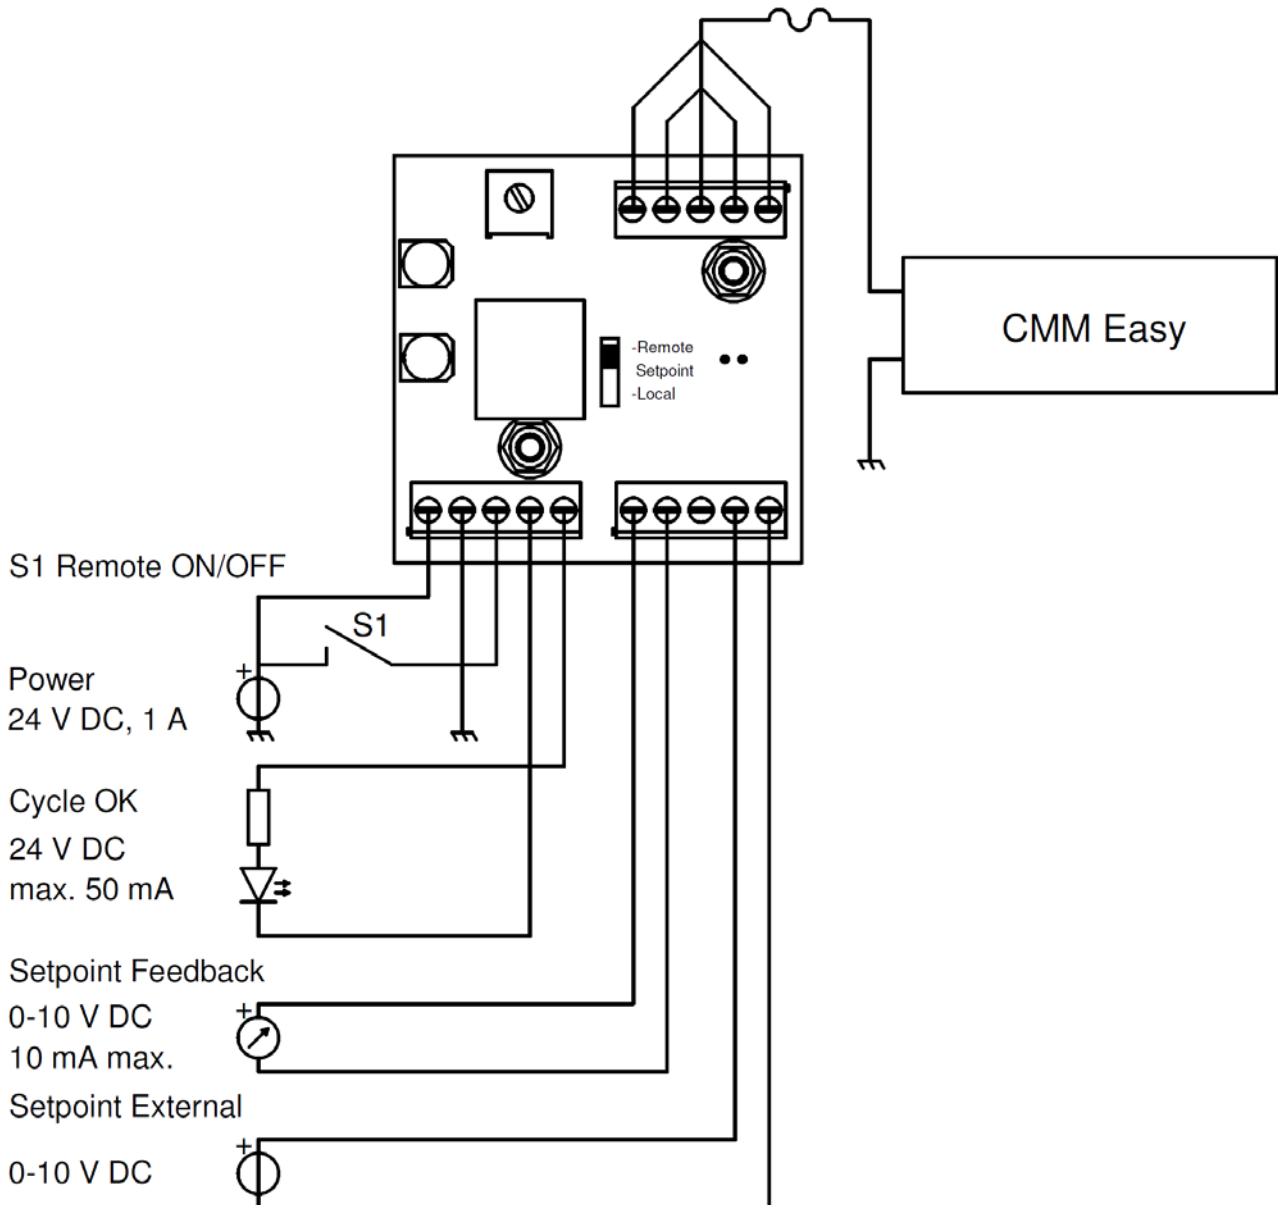

Abbildung 8, Schaltplan External Control Kit mit Remote-Sollwert 0-10 V
- Für die Verwendung mit einem externen Sollwert 0-10 V DC: Schließen Sie das Control Kit gemäß Abbildung 8 an.